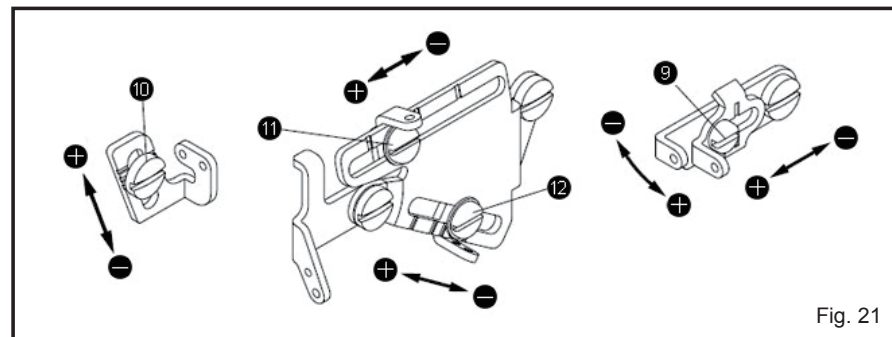

Fig. 21
3. Controle de fio do laçador (Fig. 21)